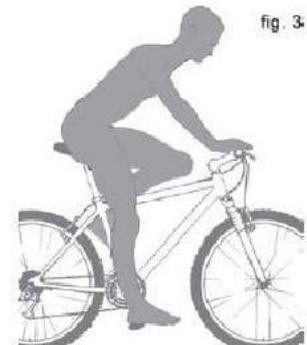

fig. 3
1. Höheneinstellung Stellen Sie die richtige Sattelhöhe wie folgt ein (Abb. 3):